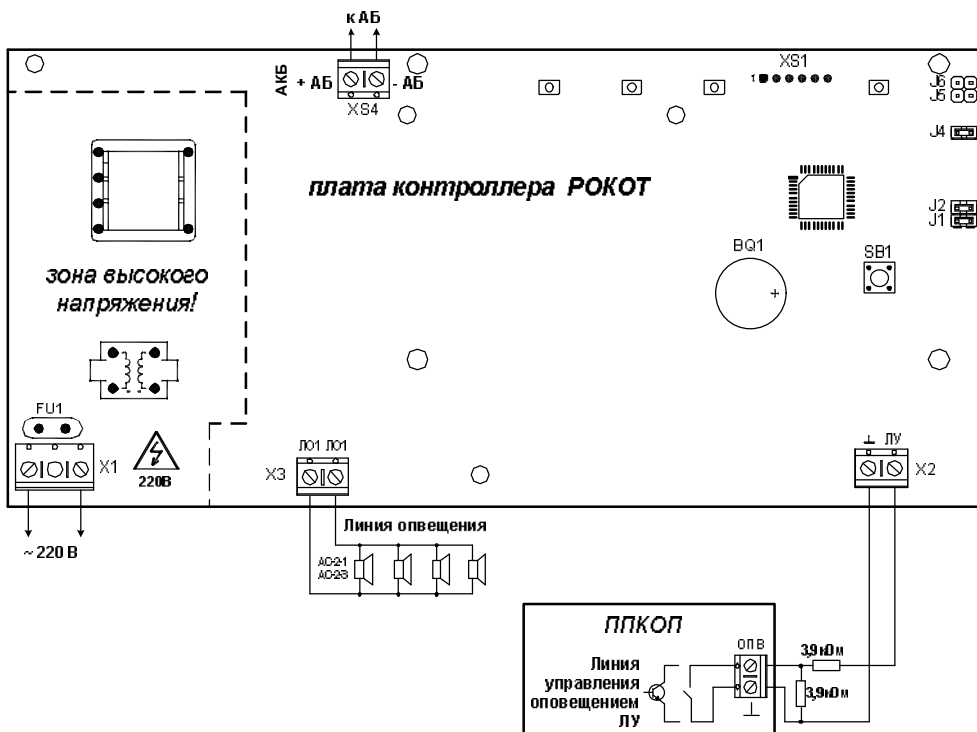

Рис. 1 Схема внешних подключений прибора «Рокот»
Вход в режим возможен из дежурного режима при длительном (более 4 секунд) нажатии кнопки «ТЕСТ». Для защиты от несанкционированного доступа посторонних лиц предусмотрена блокировка кнопки «ТЕСТ» с помощью перемычки J1, размещенной на плате контроллера прибора (см. рис. 1). При замкнутой перемычке J1 переход в тестовый режим заблокирован.
ВНИМАНИЕ! На плате контроллера прибора на участке, показанном на рис. 1 штриховой линией присутствует напряжение ~220 В.
В источнике питания прибора используется самовосстанавливающийся предохранитель FU1 (рис.1).
Схема подключения к прибору ЛО и АС приведена на рис. 1 раздела 10.
Переключки, позволяющие выбрать тактики использования линий управления и оповещения, установлены на плате контроллера прибора (см. рис.1) и доступны после вскрытия его корпуса.
- К клеммам «220В» платы прибора подсоедините кабель сетевого питания (см. рис.1). Подключите прибор к сети ~220 Вт 50 Гц. Индикатор «Сеть/Резерв» должен загореться зеленым цветом.